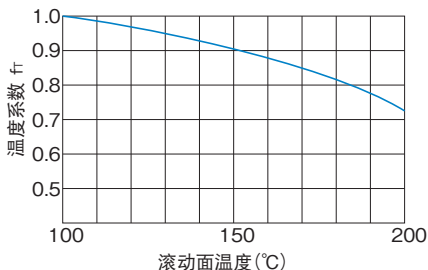

图3 温度系数 (f_T)
- f_T : 温度系数 (参照A5-6图3)
如果ST型的使用环境温度超过100°C时, 就要考虑高温的不良影响, 应将基本额定载荷乘以图3中表示的温度系数。